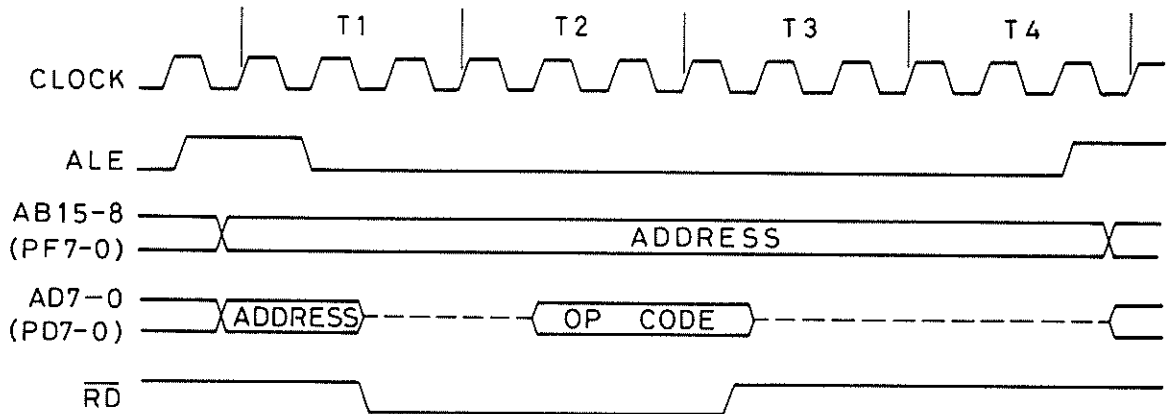

Fig. A-3. OP Code Fetch Timing
- 1) OP Code Fetch Timing (See Fig. A-3)